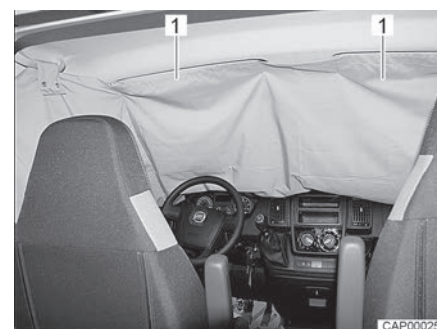

Fig. 36 Dispositif occultant de la cabine de conduite sur le pare-brise
- Faire passer les poches (Fig. 36,1) du dispositif occultant de la cabine de conduite sur les deux pare-soleils.